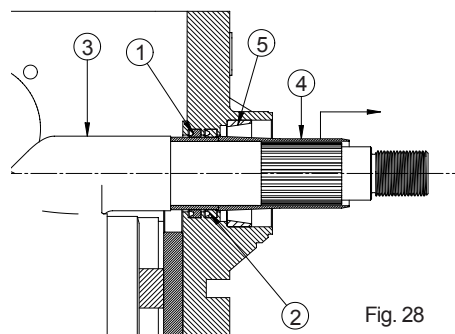

Fig. 28
Para salvaguardar las juntas (fig. 28, ref. 1-2) antes de montar la válvula en "S" (fig. 28, ref. 3), ponga el cono (fig. 28, ref. 4) en el eje dentado y, luego, monte la válvula en "S". Antes de montar la parte móvil del cojinete (fig. 28, ref. 5), extraiga el cono (fig. 28, ref. 4) en la dirección de la flecha y monte todos los componentes de bloqueo de la válvula en "S".